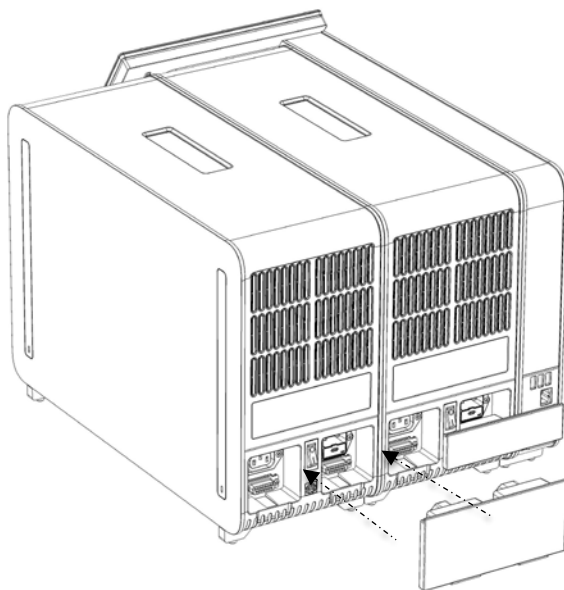

Figura 18. Conectando a Ponte do Módulo analítico/analítico.
6. Conecte a Ponte do Módulo analítico/analítico na parte traseira do QIAstat-Dx Analyzer 1.0 para unir ambos os Módulos analíticos (Figura 18).